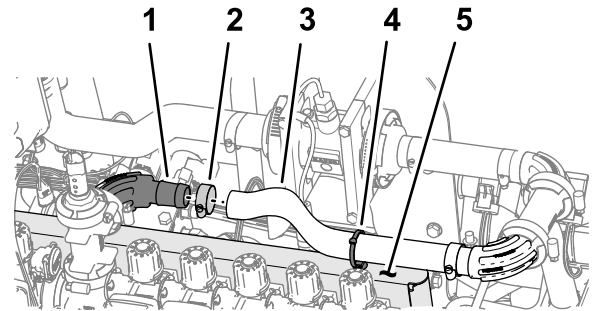

图 111
1. 如图 111 所示将软管 1 x 16 英寸安装到 90 度法兰接头 1 英寸。
2. 用软管夹将软管固定至法兰接头图 111。
3. 如图 111 所示将扎带/压入式紧固件安装到阀门安装架顶部的孔中。
4. 将扎带/压入式紧固件图 111 固定到软管 1 x 16 英寸上。